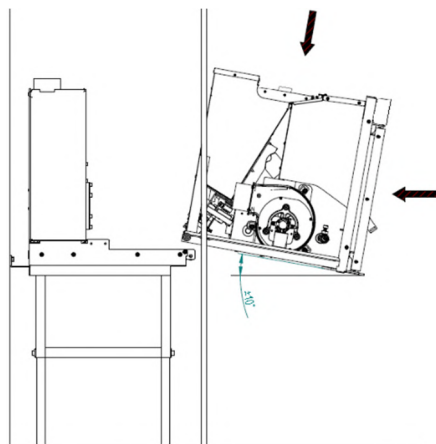

Figura 8 – Instalación
- Una vez tenemos la parte fija y la chimenea instalada colocamos la parte móvil del equipo tal y como se indica en la Figura 8. Aproximamos la parte móvil con una inclinación de más o menos 10º y hacemos que las ruedas de las guías que están en la parte móvil queden colocadas por detrás de las de la parte fija.